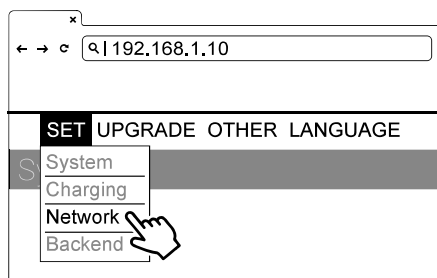

Figura 33. Menú SET
- 1) Seleccione Network. Véase la figura 33.